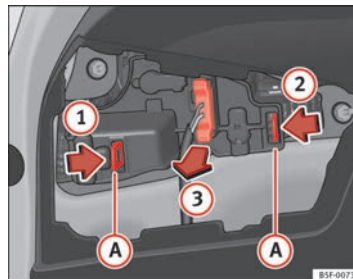

Fig. 155 Dépose du support d'ampoules
- Déverrouillez les languettes de fixation **A** du support d'ampoules, en suivant le sens des flèches **1** et **2** ⇒ fig. 155.
- Retirez le support d'ampoules de son logement dans le sens de la flèche **3** ⇒ fig. 155. ■
- Posez le support d'ampoules en vérifiant que les clips de fixation ⇒ fig. 155 **A** sont correctement clipsés.